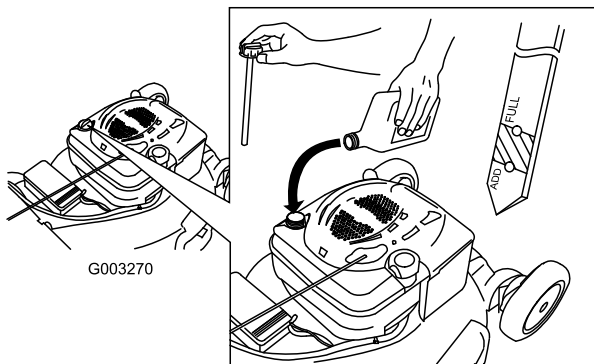

Figure 36
- Versez de l'huile **lentement** dans le goulot de remplissage pour faire monter le niveau de liquide jusqu'au repère du plein (Full) sur la jauge (Figure 36). **Ne remplissez pas excessivement.** (Remplissage max. : 0,59 l, type : huile détergente SAE 30 de classe de service API SF, SG, SH, SJ, SL ou supérieure.)